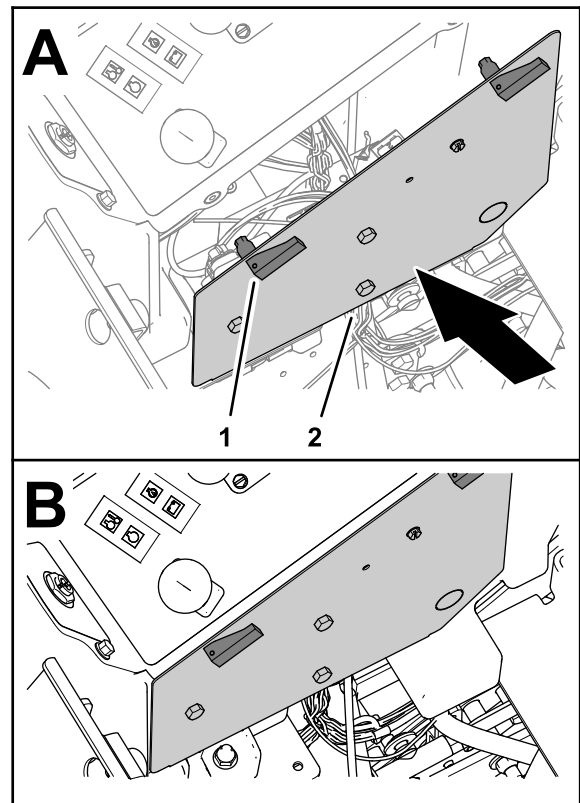

Bild 14
1. Fluchten Sie die Riegel des Armaturenbretts mit den Löchern im Armaturenbrett aus (Bild 14).
2. Befestigen Sie die Abdeckung mit den Riegeln (Bild 14).